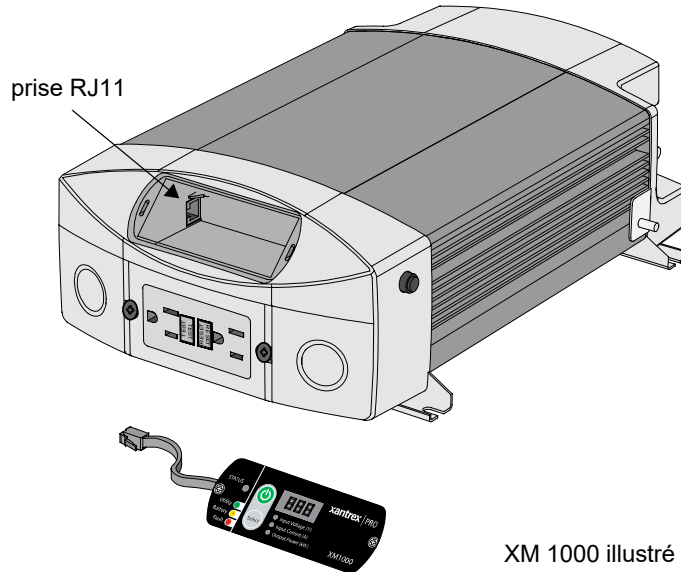

Figure 3-8 XM 1800 avec panneau à télécommande retiré
4. Retirez le panneau distant et débranchez le cordon RJ11 du panneau distant de la prise (voir Figure 3-8).